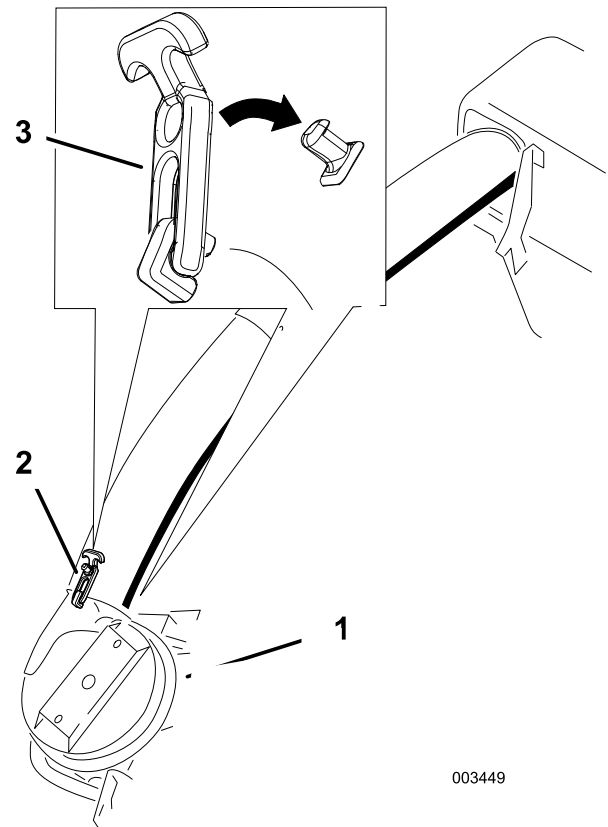

Figure 43
6. Glissez le tube inférieur sur le carter de ventilateur et verrouillez-les ensemble (Figure 43).